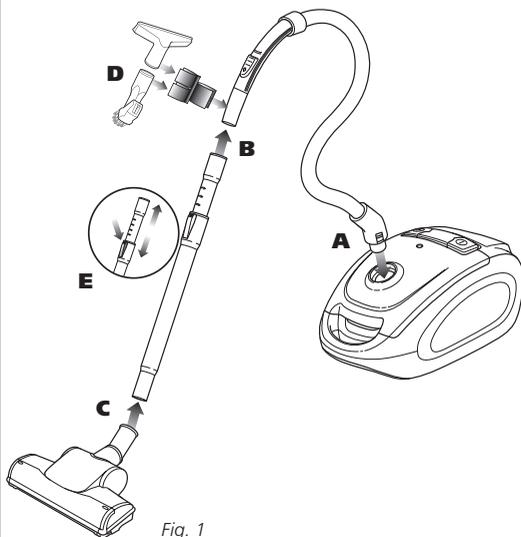

Fig. 1
- 2** Insérez le boyau flexible (**A**) dans la conduite d'entrée d'air. Poussez jusqu'à ce que vous entendiez un déclic indiquant qu'il est bien inséré. (**Fig. 1**)
- 3** Appuyez fermement sur le tube télescopique (**B**) dans l'extrémité de poignée du boyau flexible jusqu'à ce qu'il soit bien fixé et serré. (**Fig. 1**)
- 4** Poussez l'extrémité du tube télescopique dans la brosse pour planchers (**C**). (**Fig. 1**)
- 6** Enclenchez le porte-accessoire intégré sur la partie inférieure de poignée du boyau flexible. (**D**) Mettre l'outil combo à fentes/dépoussiérage et la brosse à capitonnage sur le porte-accessoire. (**Fig. 1**) Placez les accessoires sur le côté de sorte qu'ils ne bloquent pas le dégagement d'aspiration manuelle.
- 7** Appuyez sur le dégagement de tube télescopique (**E**) pour étendre ou rétracter le tube télescopique. (**Fig. 1**)